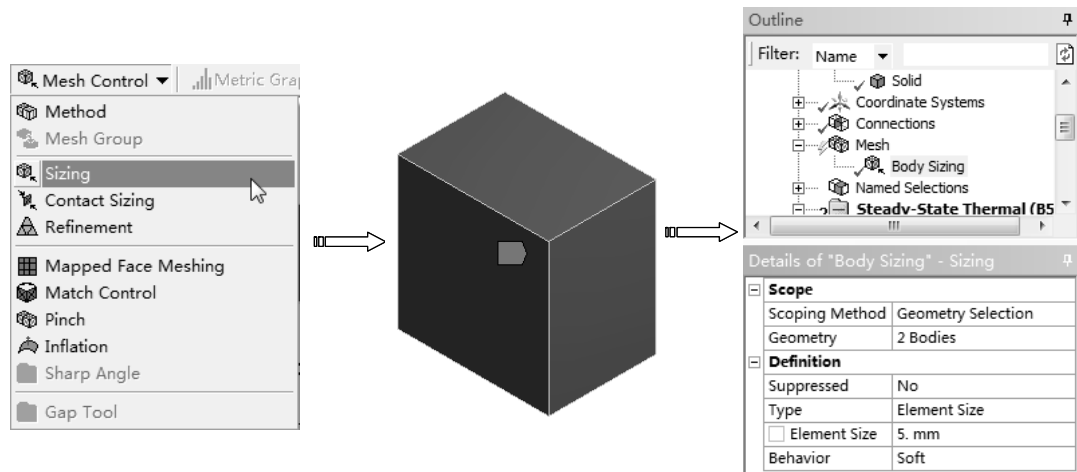

图 11-83 设置网格尺寸
2) 单击窗口上方图形选择工具栏上的【Body (选择体)】按钮 ，在【Details of “Body Sizing” Sizing】列表中单击【Scope】选项下的【Scoping Method】项，在图形区框选所有实体，单击【Geometry】项中的【Apply】按钮完成，在【Element Size】文本框中输入 5mm，如图 11-83 所示。